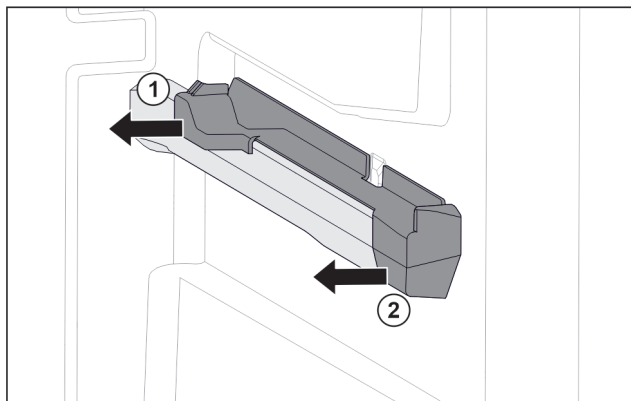

Fig. 73 Наставка върху дясното ребро на съда
- Изтеглете наставката отзад настрани. Fig. 73 (1)
- Изтеглете наставката отпред настрани. Fig. 73 (2)